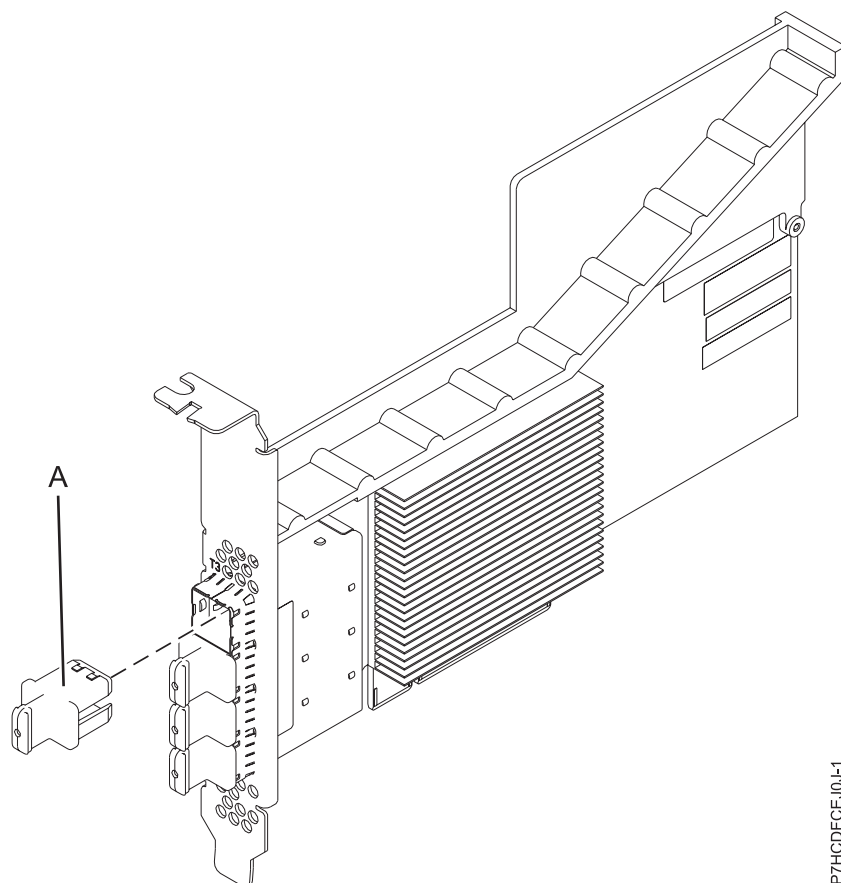

Figura 14. Adaptador de puerto SAS PCIe3 4 x8
El Adaptador de puerto SAS PCIe3 4 x8 es un adaptador PCI Express (PCIe) de generación 3, RAID SAS, con un factor de forma corto y altura reducida, pero empaquetado para una instalación de altura completa. El adaptador se utiliza en aplicaciones SAS (SCSI con conexión en serie) de alto rendimiento y alta densidad. Admite la conexión de unidades de DVD y cinta utilizando cuatro miniconectores SAS de alta densidad que permiten utilizar enlaces físicos en diversas configuraciones de puerto estrecho y puerto ancho. La conexión a una unidad de cinta SAS solo se puede utilizar en una configuración con un solo adaptador y no se puede combinar con discos SAS en el mismo adaptador. El adaptador no tiene memoria caché de escritura. La Figura 14 en la página 43 muestra el Adaptador de puerto SAS PCIe3 4 x8.
La Figura 14 muestra el adaptador. El conector (A) se instala en un puerto vacío e impide daños en ese puerto cuando se conecta o retira un cable para los conectores de puerto adyacentes.